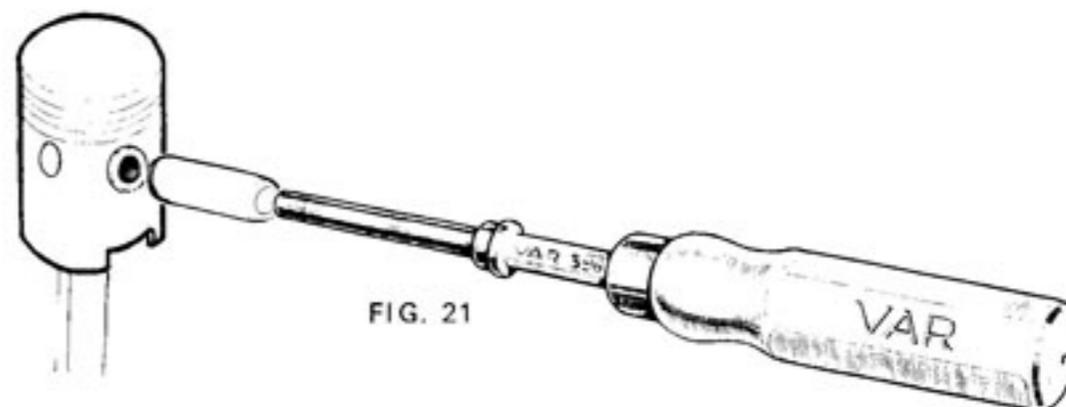

FIG. 21
- Placer l'axe définitif sur le monte axe et introduire le tout dans le faux axe, pousser à fond jusqu'à la butée de l'outil. Fig. 21.